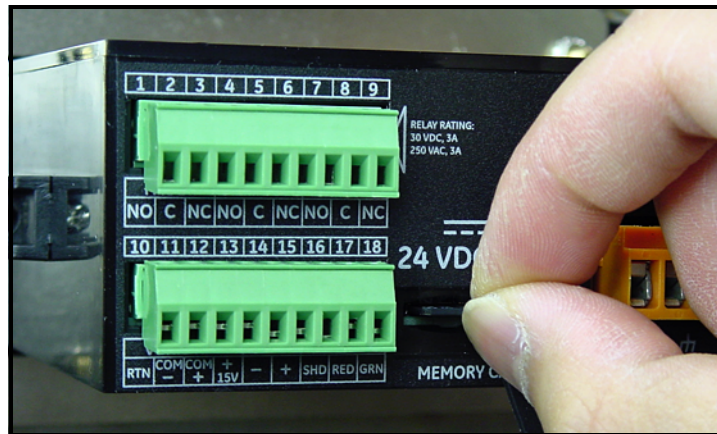

Figure 51: Entfernen der MicroSD-Karte
4. Nachdem die MicroSD-Karte teilweise ausgeworfen wurde, ziehen Sie sie aus dem **dew.IQ** heraus (siehe *Figure 51* unten).